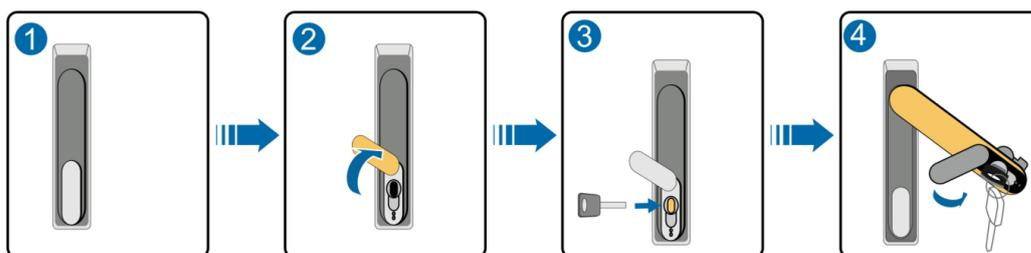

Abb. 4-15. Darstellung des Türöffnungsvorgangs.
Vor den Anschlüssen sollte die Schranktür geöffnet werden. In der Abb. 4-15 wird dieser Vorgang dargestellt.
Schritt 1: Der geschlossene Zustand der Schranktür wird im Schritt 1 von Abb. 4-15 dargestellt.
Schritt 4: Anschließend wird der Türgriff zu der Position wie in Abb. 4-15 gedreht, dann wird die Schranktür geöffnet.